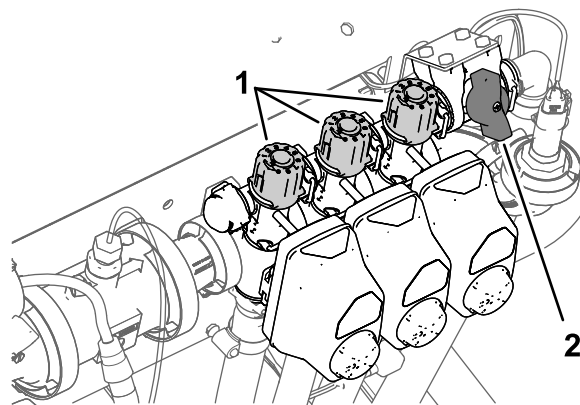

Figura 27
2. Rotiți comutatorul pentru seciunea din stânga și reglați butonul de bypass pentru seciune (Figura 27) până când rata afiată este la nivelul anterior conform tabelului.
4. Reglați butonul de bypass pentru seciunea din dreapta (Figura 27) până când rata afiată este la nivelul anterior conform tabelului.
6. Reglai butonul de bypass pentru seciunea din centru (Figura 27) până când rata afiată este la nivelul anterior conform tabelului.